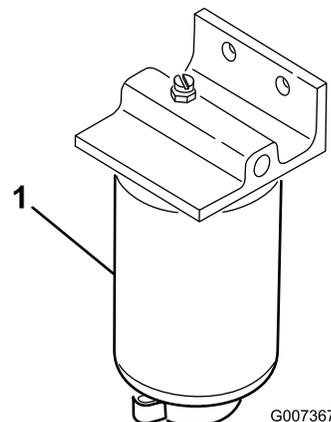

図 51
水セパレータ 図 51 の水抜きは毎日おこなって異物を除去してください。燃料フィルタは 400 運転時間ごとに交換してください。
2. フィルタ容器 図 51 下部のドレンプラグをゆるめて水や異物を流し出す。